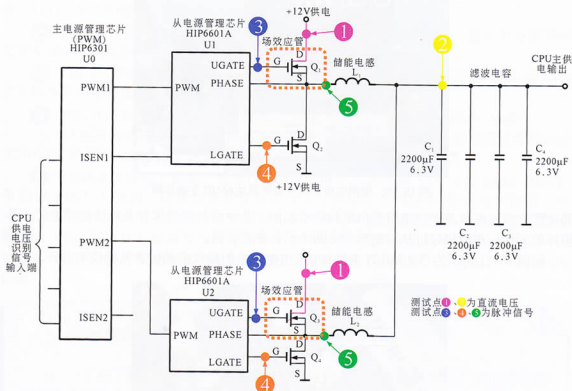
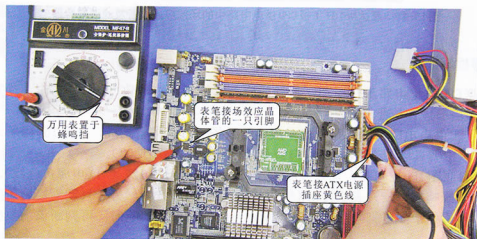

图15-12 场效应晶体管在供电电路中的位置及检测点
图15-13 确定场效应晶体管Q1的位置
(1) CPU供电电路中,每路输出一般由两只场效应晶体管构成,如图15-12所示,首先判断主板中哪只场效应管为直接与12V供电相连接(即Q1或Q3)。
(2) 参照图15-12可知,场效应晶体管Q1的漏极直接接12V(ATX电源黄色线),可将万用表置于蜂鸣挡,一只表笔接ATX电源的黄色线(12V)端,另一只表笔接场效应晶体管漏极(一般为中间引脚),如图15-13所示,检测到蜂鸣器响时,可判断该场效应晶体管为Q1。